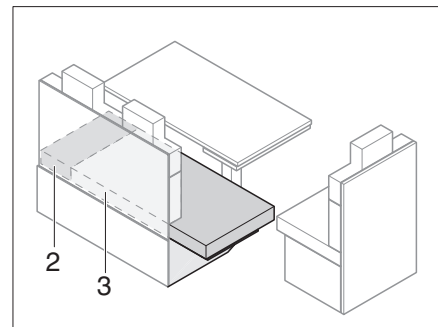

Bild 143 Efter förstoringen
- Dra sittdynorna (Bild 143,3) på sittbänksförlängningen.
- Skjut in extradynan (Bild 143,2) mellan sittdynorna (Bild 143,3) och ytterväggen.
- Ta bort extradynor (Bild 143,2).
- Dra sittdynor (Bild 143,3) på sittbänken.